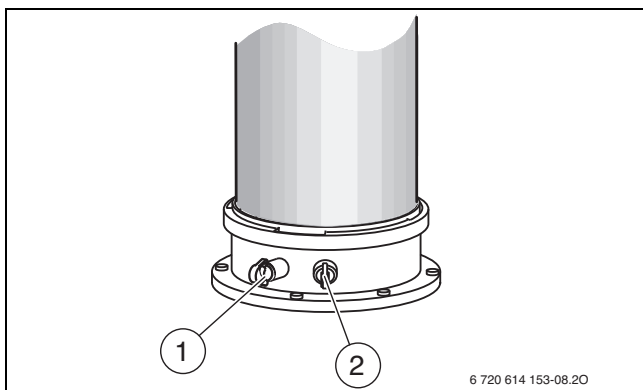

Fig. 39 Manicotto di misurazione dei gas combusti e dell'aria comburente
- ▶ Rimuovere dal manicotto di misurazione il tappo di protezione della presa di analisi dei gas combusti [1] (→ fig. 39).